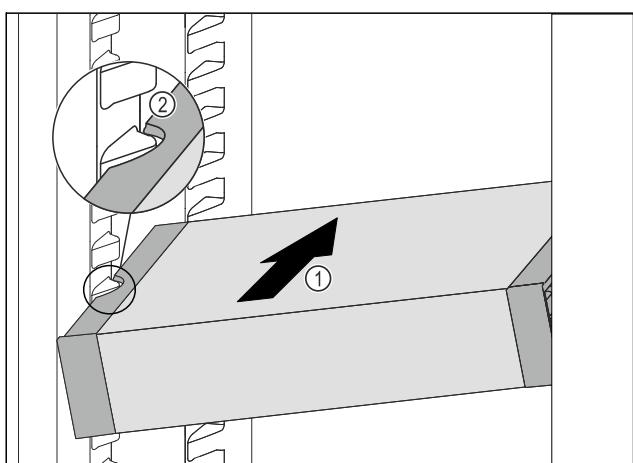

Fig. 114
- Вкарайте VarioSafe под ъгъл в хладилната част Fig. 114 (1), докато страничните прорези Fig. 114 (2) на VarioSafe се намират на височината на реброто на съда в хладилната част.